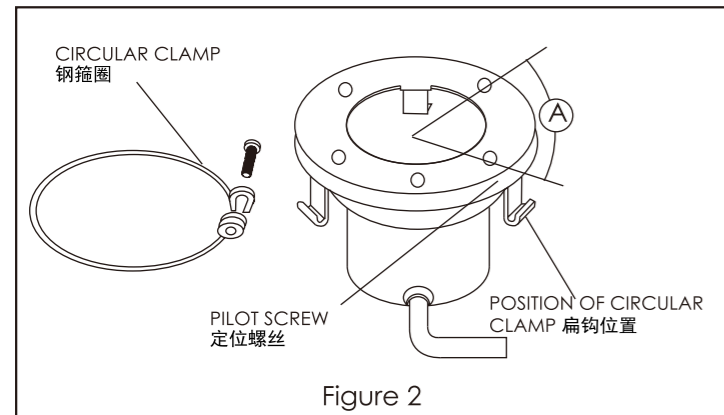

Figure 2
- 2) 对于用钢箍圈收紧面盖的水下灯: (a) 把未拉紧的钢箍圈松开, 安放在面盖的扁钩之间。钢箍圈末端的U形凹处向外。确保钢箍圈位于每一个扁钩之间, 见图2。(b) 握住钢箍圈的末端并夹紧, 嵌入螺丝, 用螺丝刀拧紧, 直到钢箍圈的末端距离达到0.6cm或更小。见图3